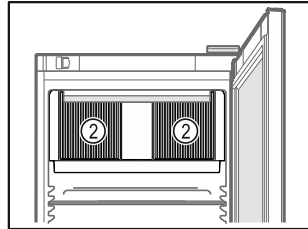

Fig. 60
- Lüftungsschlitze Fig. 60 (2) des Umluftgebläses im Innenraum freihalten.